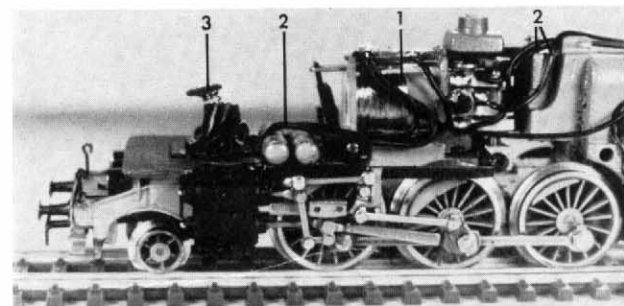

Abb. 8 Umgebaute Lokomotive BR 23 (3005) mit Telex-Kupplung, Teilansicht
4. Umbau der Personenzuglokomotive 3005, BR 23 (023) (Abb. 8)
- 4.3 Danach ist der Lokomotivaufbau vom Fahrgestell zu lösen und alle Anschlußdrähte der Lokomotive sind abzulöten. Anstelle des Fahrtrichtungsschalters 20 824 wird der mit Telex-Schaltwalze 21 374 eingebaut. Die Lokomotive wird dann nach der Schaltung in Abb. 1 verdrahtet. Bei der Normalausführung der 3005 entfällt der Dampfentwickler. Wie die Schaltdrähte zu ordnen sind, demonstriert Abb. 8. Einzelheiten sind vermerkt. Hier sind die isolierten Federteile für den Kontakt mit dem Rauchsatz im Metallgehäuse zu sehen (bei Plastikgehäusen sind besondere Rauchsätze mit zusätzlichem Masseanschluß erforderlich).